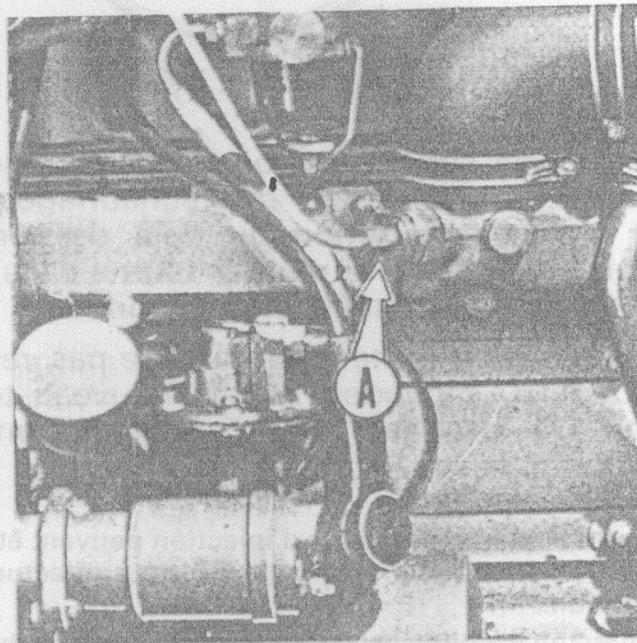

Fig. 16
- Si le démarrage est difficile s'assurer que le combustible arrive au thermostart. Pour cela, desserrer le raccord A (fig. 16) de la tubulure d'alimentation. Resserrer le raccord dès apparition du carburant.